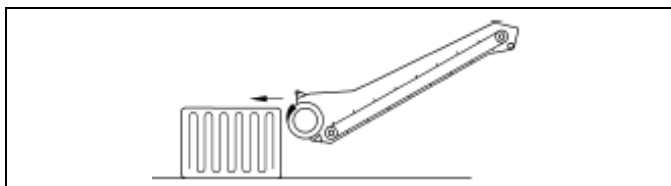

Abb. 7-3
7. Entnahmearm gemäß Abb. 7-3 absenken und langsam vorwärts fahren, um das Futter aufzunehmen (s. Kap. "Entnahmearm heben/senken", Seite 131).